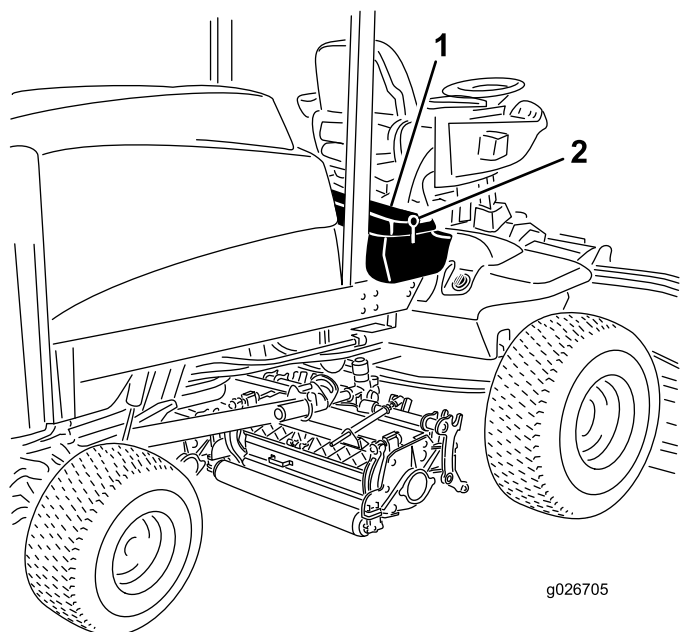

Figura 60
1. Sbloccate e sollevate il pannello comandi dell'operatore (Figura 60).